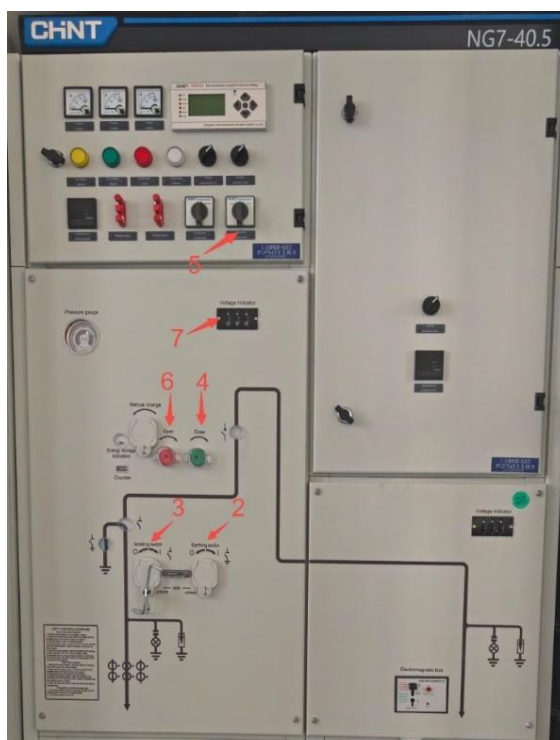

Figura 4-6 Painel do gabinete inflável
3. O operador veste roupas de proteção para operação em alta tensão e, em seguida, move-se para o gabinete de média tensão e gira manualmente o botão de freio do disjuntor do gabinete inflável, de modo que o disjuntor seja aberto e a luz DXN do visor ativo seja desligada e, em seguida, usa a haste de operação do gabinete inflável para girar o interruptor de isolamento até o ponto. Veja a Figura 4-6.